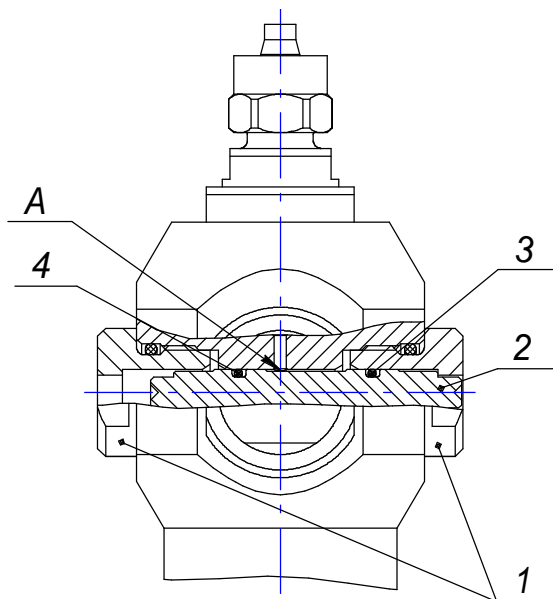

Рисунок 4 – Помпа П-0,25М в разрезе (узел золотника)
- выкрутить гильзы (рис. 4, поз. 1);
- аккуратно завести золотник стороной без уплотнительного кольца в корпус помпы на глубину, при которой установленное кольцо не дойдет до отверстия «А» (см. рис.4);
**ВНИМАНИЕ!** При замене уплотнительных колец (рис. 4, поз. 3, 4) золотника (поз. 2) переход колец через отверстие «А» не допустим.